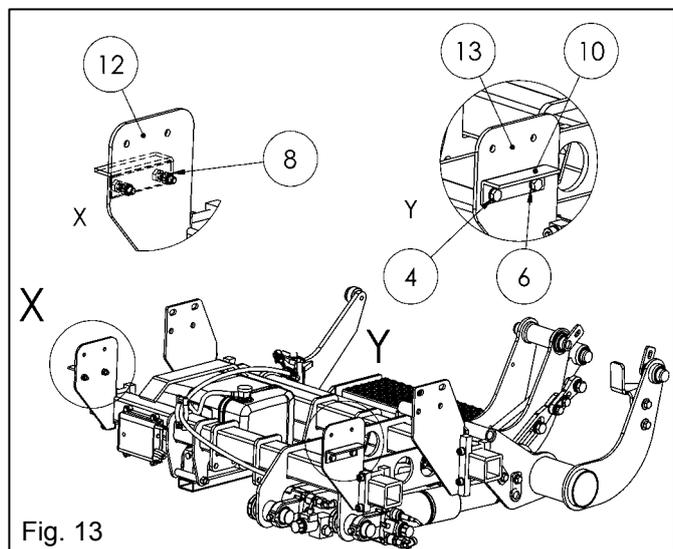

Fig. 13
- Asegure los dos soportes angulares (10) a los adaptadores de instalación (12 y 13) utilizando los tornillos de cabeza hexagonal (4), las arandelas (6) y las contratruercas (8) y apriete a un par de 23 Nm (ver Fig.13) (partes del juego adaptador de instalación 22 911 217 o 22 911 235)